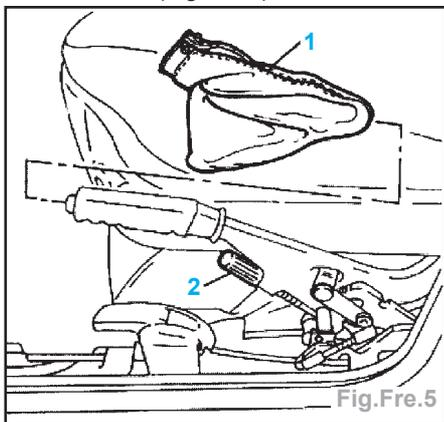

Fig.Fre.5
- A l'intérieur du véhicule, retirer le soufflet de protection (1) du levier de frein à main (Fig.Fre.5).
- Noter la position de l'écrou (2) de réglage du câble de commande de frein à main, puis le desserrer d'au moins deux ou trois tours, afin de permettre le desserrage total du câble.